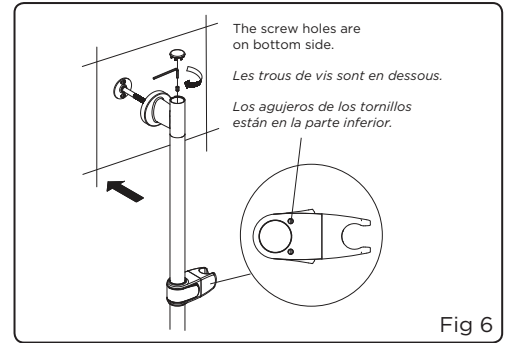

Fig 6
6. Place and hold the slide bar with slide body onto the post; it should "click" into place. Tighten the set screw with supplied hex wrench, then press the cap (Fig 6).
NOTE: When installed correctly, the slide body will have screw holes located on the bottom side. See Fig 6.
Placer la barre avec le support coulissant sur la fixation et la pousser en place. Un clic devrait se faire entendre. Serrer la vis de pression avec la clé hexagonale fournie, puis poser le capuchon (fig. 6).
REMARQUE: Si l'installation a été bien faite, les trous de vis sont en dessous du support coulissant (voir la figure 6).
Ponga y sujete la barra con la pieza deslizante en la sujeción; deberán encajar. Apriete el tornillo de presión con la llave hexagonal y presione el tapón (fig. 6).